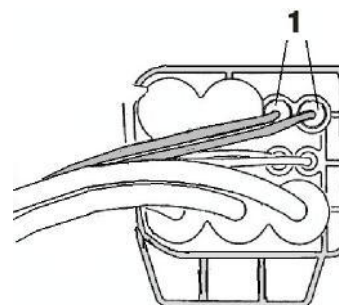

Fig. 4
16. Enlever les bornes de la chambre 1 et de la chambre 2 (Fig. 4)